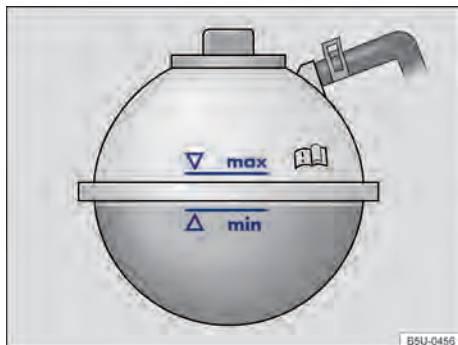

Fig. 204 No compartimento do motor: marcação no reservatório de expansão do líquido de arrefecimento do motor.
- Com o motor frio, verificar o nível do líquido de arrefecimento do motor pela marcação lateral do reservatório → Fig. 204.
- O nível do líquido de arrefecimento do motor deve permanecer dentro da marcação do reservatório → Fig. 204. **Não completar acima da marca “max”** → .
- Completar com líquido de arrefecimento do motor somente até a marca "max" → Fig. 204. Caso contrário, ao aquecer-se, o líquido excedente será expulso do sistema de arrefecimento do motor e poderá causar danos.